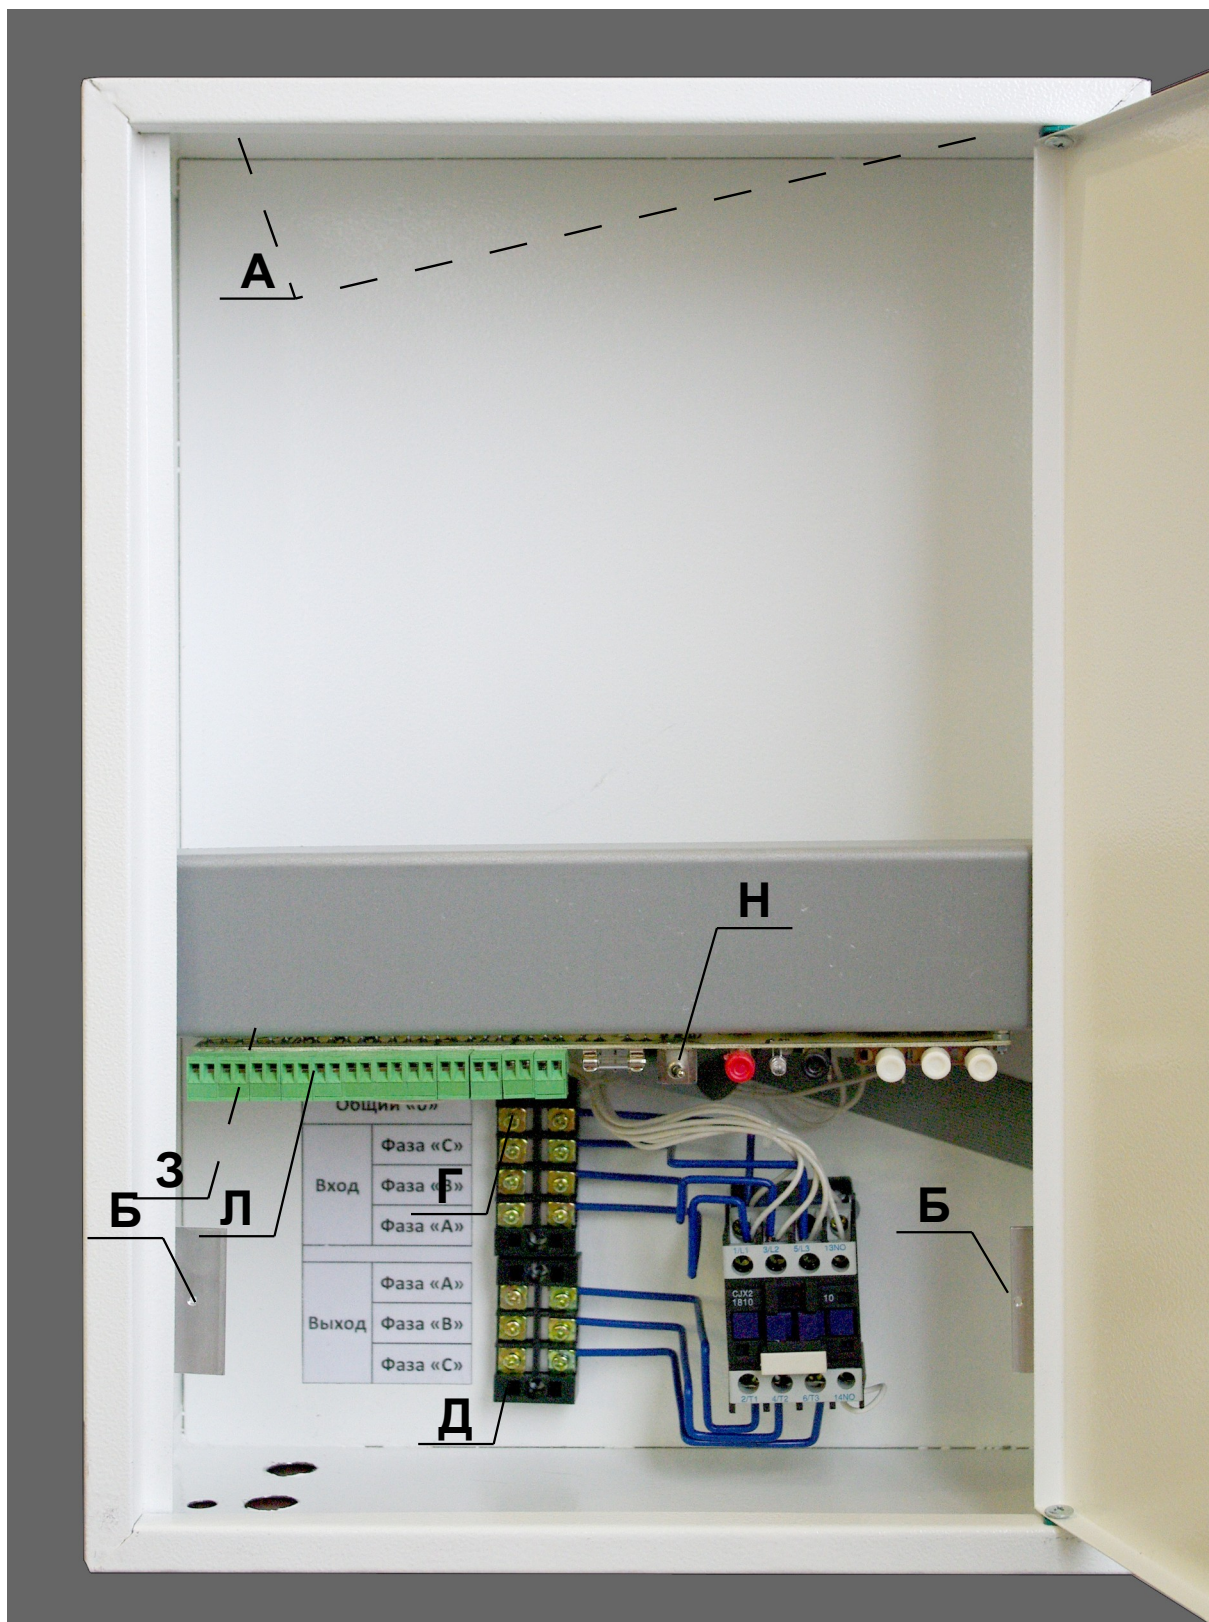
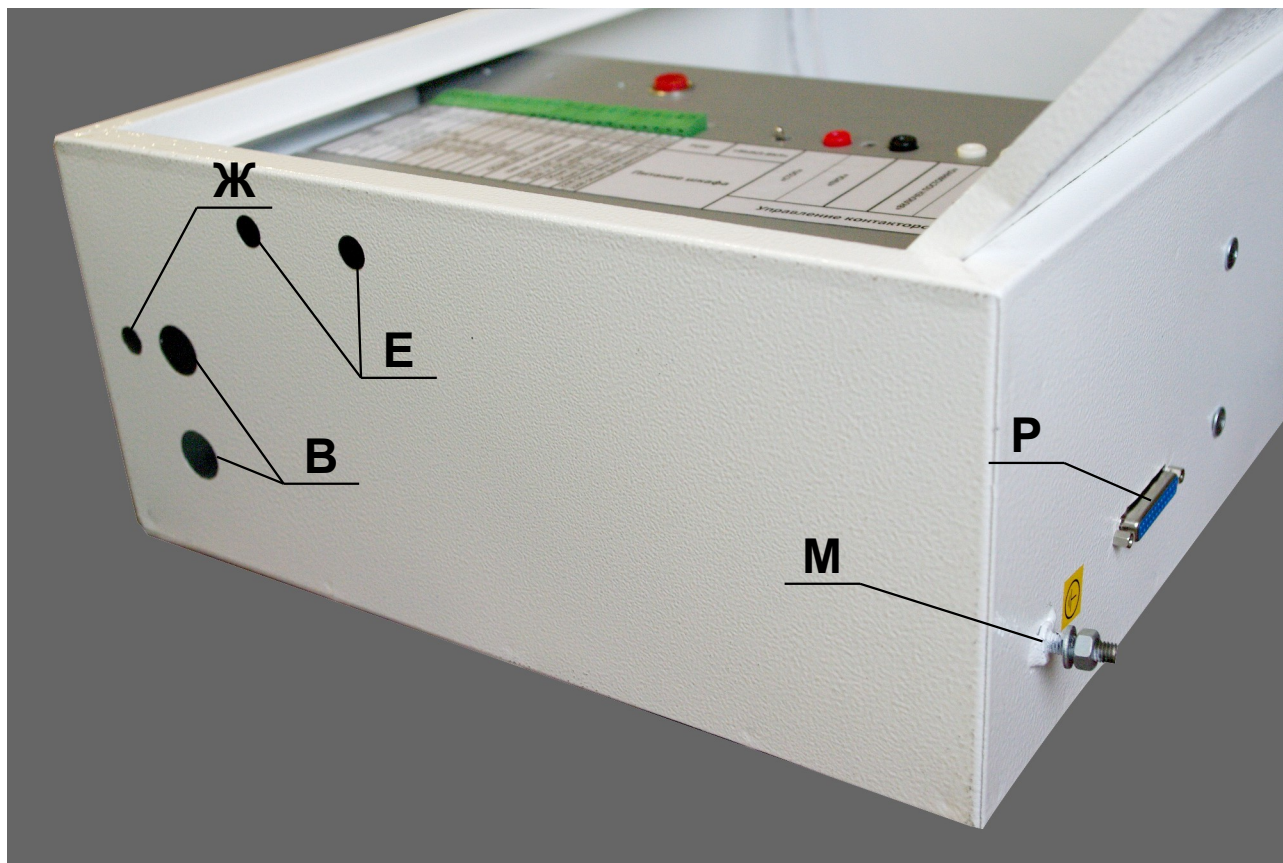

Рис. 1
Рис. 2
4.3. Закрепить Станцию на стене, используя для крепления петли «А» (см. рис. 1), так, чтобы петли оказались на высоте 160-180 см от пола.
4.7. Пропустить кабель в гофроукав и ввести в Станцию через одно из отверстий «В» (рис. 2). Расключить нулевой проводник на клеммник «Г» (рис. 1), а фазовые проводники — на клеммник «Д» (рис. 1) по соответствующим клеммам “Фаза А”, “Фаза В” и “Фаза С”, которые обозначены группой «Вход».
4.8. Аналогично вывести из Станции кабель ВВГ-П 3x4 через отверстие «В» (рис. 2), расключив его проводники на клеммник «Д» на клеммы “Фаза А”, “Фаза В” и “Фаза С”, которые обозначены группой «Выход». Второй конец этого кабеля расключить на входные клеммы АЗС ШУЛ, соблюдая фазировку.
4.10. Заземлить Станцию проводом ПВ1 сечением 5-6 мм² используя шпильку «М» (рис. 2) на корпусе Станции.